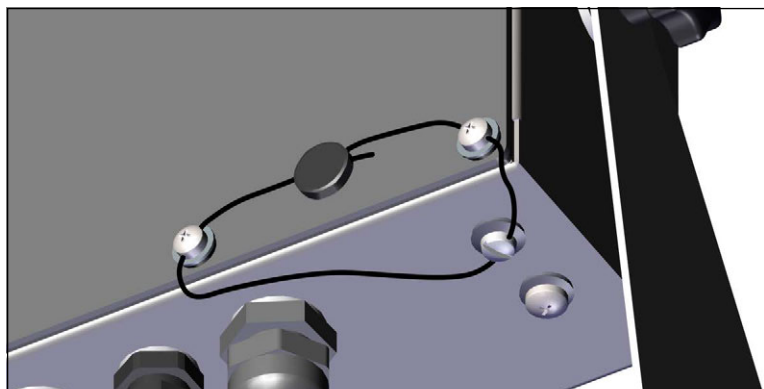

Figura 2-13. Sigillatura dell'indicatore – Accesso vietato
- Far passare il filo di sigillatura attraverso le viti a testa cilindrica sulla piastra posteriore e la vite a testa cilindrica sul fondo dell'involucro, come mostrato in Figura 2-13.